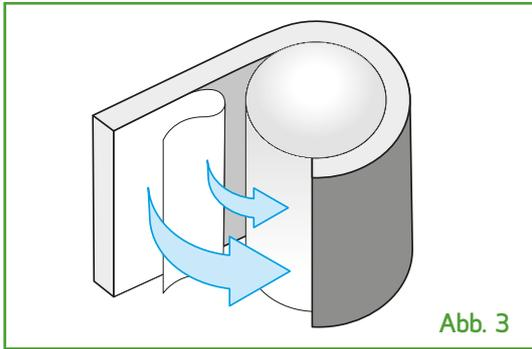

Abb. 3
- Selbstklebendes Isoliermaterial: Den Anfangspunkt festlegen und das Material nach und nach ankleben, während man die Schutzfolie von der Klebefläche entfernt. Es muss ein gleichmäßiger Druck auf die ganze Oberfläche ausgeübt werden. Außerdem die Angaben befolgen, die für runde Kanäle in den vorhergehenden Kapiteln gegeben wurden (**Abb. 3**).